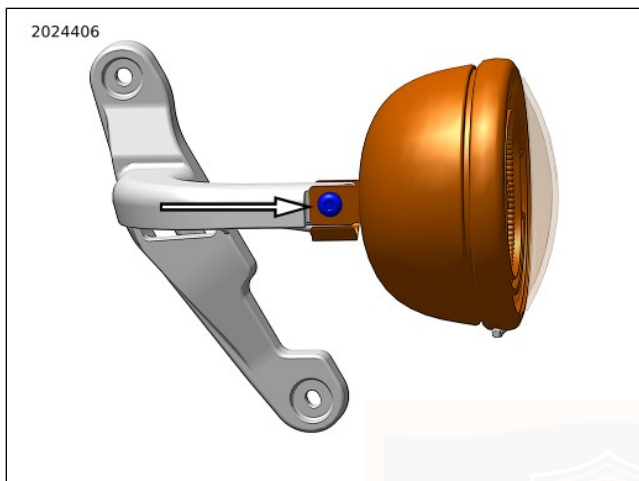

Abbildung 151. Scheinwerferhalterung: Gabelmontierte Verkleidung, Doppel-LED, HDI
2. Siehe Abbildung 151. **Falls erforderlich:** Nur die vertikale Einstellmutter am Scheinwerfer lösen.